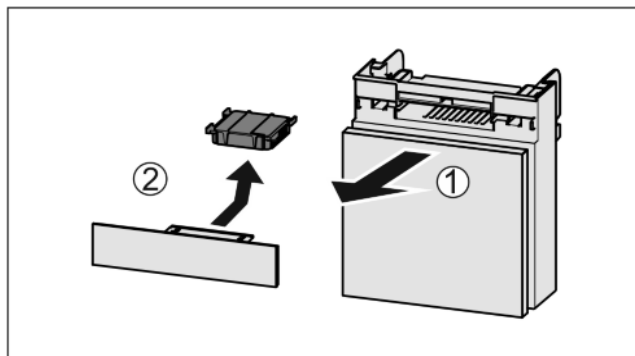

Fig. 44
- ▶ Wyciągnąć Fig. 44 (1) komorę do przodu.
- ▶ Wyjąć Fig. 44 (2) filtr z węglem aktywowanym.